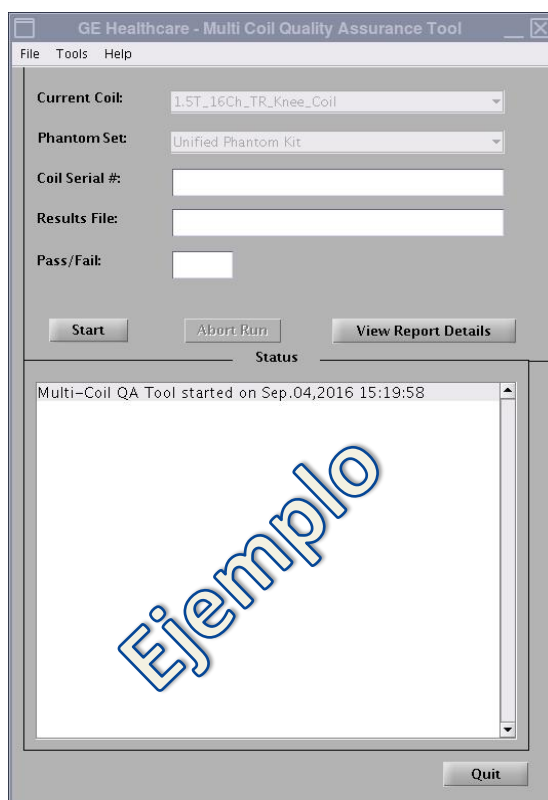

Figura 3
El campo de la bobina actual se rellenará automáticamente (Figura 3), según el identificador de la bobina que está conectada a LPCA. Introduzca el número de serie de la bobina que se va a someter a la prueba en el campo «Coil Serial #» (N.º de serie de la bobina).
2. Haga clic en **[Start]** (Iniciar) para comenzar la prueba automatizada como se muestra en la Figura 3. La prueba puede tardar entre 3 y 5 minutos, según la cantidad de ubicaciones de la prueba (complejidad de la bobina).